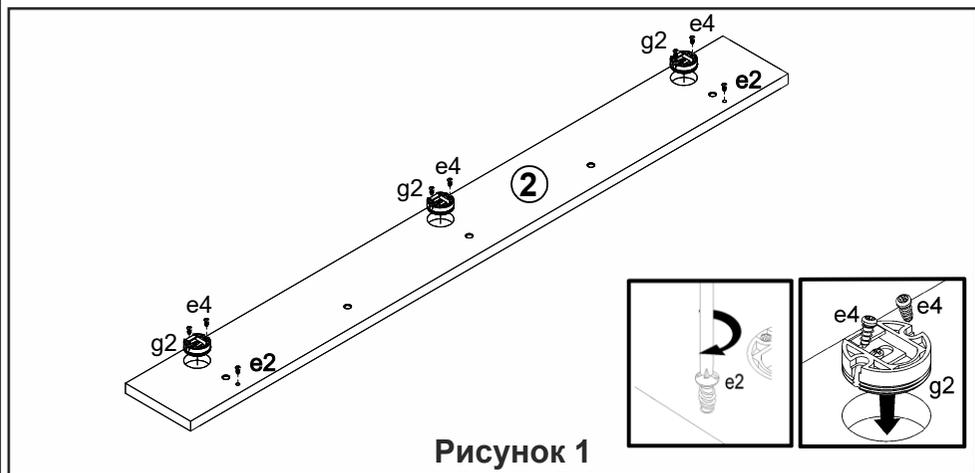

Рисунок 1
3. В отверстия диаметром 35 мм на задней поверхности щита заднего 2 вставить петли для навешивания g2 и закрепить их шурупами e4 пользуясь крестообразной отверткой (см.рис.1).
4. В отверстия $\varnothing 5$ мм на задней поверхности щита заднего 2 вкрутить еврошурупы e2 (см.рис.1).